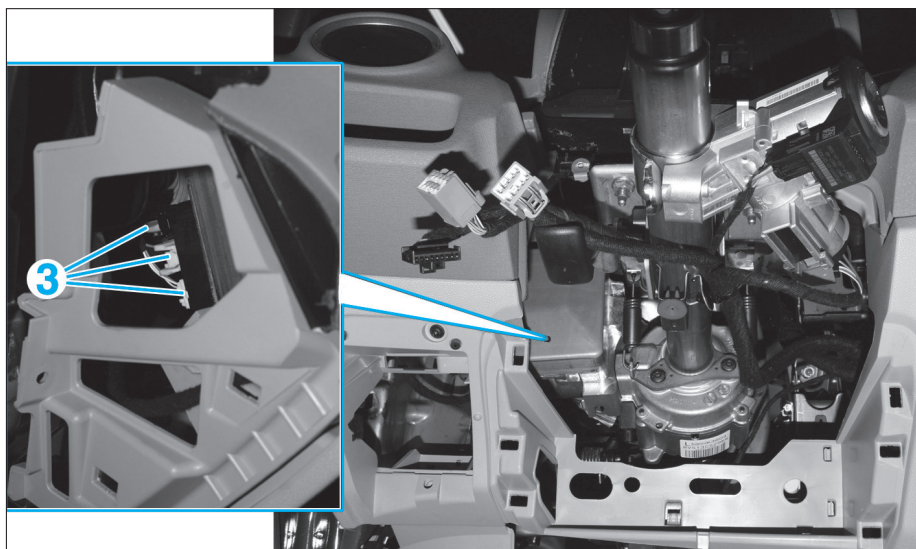

Fig. 8
- En passant par le côté de la planche de bord, débrancher les connecteurs (3) (Fig.8).